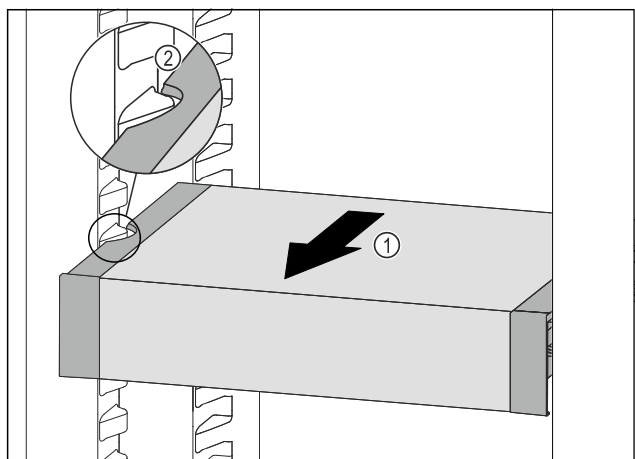

Fig. 103
▶ Tire del VarioSafe hacia delante Fig. 103 (1) hasta que los huecos laterales del VarioSafe se encuentren a la altura de la nervadura del recipiente en el compartimento del frigorífico. Fig. 103 (2)